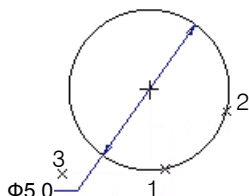

图 2.8.10 直径
Step2. 分别单击位置 1 和位置 2 以选择圆上两点，中键单击位置 3 放置尺寸(图 2.8.10)，或者双击圆上的某一点如位置 1 或位置 2，然后中键单击位置 3 放置尺寸。注意：在草绘环境下不显示直径 Φ 符号。